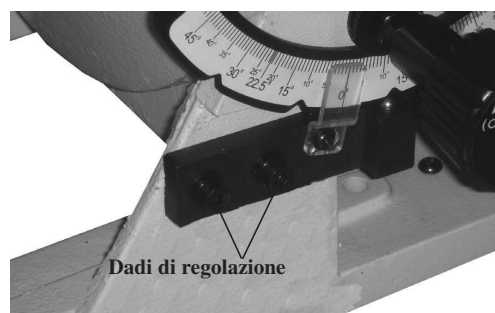

Fig. 03
2. Nel caso contrario girare la tavola per ottenere angolo pari a 90 gradi, allentare due dadi di regolazione (Fig. 03) sulla stecca di bloccaggio e spostarla a destra od a sinistra per avere indicazione 90 gradi sul limbo. Stringere bene i dadi di regolazione sulla stecca.